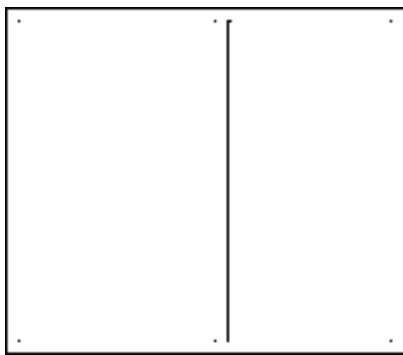

图 3-45 修墙角结果
4) 重复上述操作，对另一墙角进行修墙角操作，结果如图 3-45 所示。